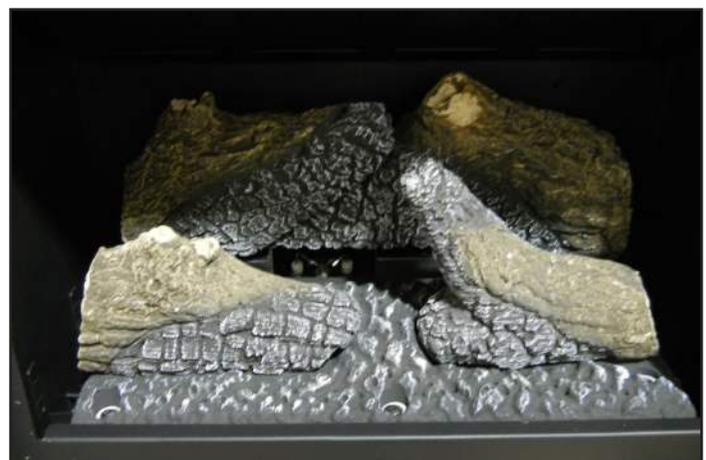

Figure 4 Positionnement de la bûche n° 3
**Bûche n° 3 (2342-703)** : Placez la bûche n° 3 dans le vide du côté gauche, et faites glisser la bûche vers la droite jusqu'à ce qu'elle touche la topographie du brûleur. Voir la Figure 4.